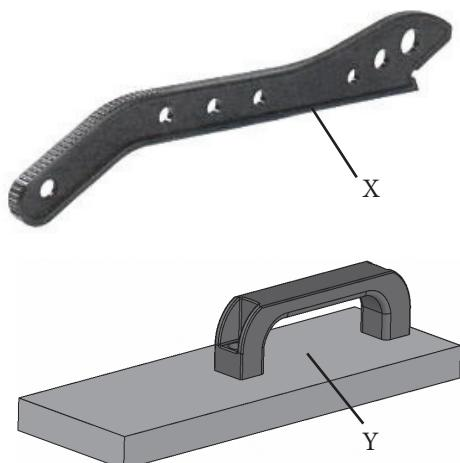

Abb. 9
Die Maschine wird mit zwei Werkstückschiebern [X] und [Y] (Abb.9) geliefert, mit denen das Material zur Trennscheibe geschoben werden muss (Abb.10), wenn die Abmessungen des Werkstücks so gering sind, dass es gefährlich ist, es von Hand vorzuschieben oder wenn es gegen die Führung gedrückt werden muss.
Für die Durchführung des Schnitts den Stab (x) Abb. 9 und den Werkstückschieber (y) Abb. 9 verwenden wie auf Abb. 10 dargestellt.
Wie im Abschnitt 6 (Abb. 8 und Abb.10) angegeben, muss die Maschine zur Einstellung des Werkstückanschlags / Winkelmessers (O) Abb. 8 ausgeschaltet werden. Beim Schrägschnitt wird die Führung positioniert, indem der Winkelmesserläufer in das seitliche Rohr des Tisches eingeführt wird (Abb. 10-D), dabei wird der Schnittwinkel mithilfe des Winkelmessers mit Drehknöpfen (Q) und (R) (Abb.8 -Abb. 10-E) reguliert und die Führung durch Verschieben am Winkelmesser so positioniert, dass sie nicht mit dem Sägeblatt oder dessen oberen Schutzabdeckung kollidieren kann, Abb. 10-F und dann mit den Drehknöpfen (M) und (N) blockiert. Nachdem die Maschine gestartet und das Werkstück an der Schneidführung positioniert wurde, kann mit dem Schneiden des Werkstücks begonnen werden. Hierzu das Werkstück an den zwei Seiten des Sägeblatts schieben: auf der einen Seite entlang der Führung und auf der anderen Seite mit dem Werkstückschieber (Abb. 9-Y) (Abb. 10 G). Der Vorschub wird durch Verschieben des Läufers der Führung am Gleitrohr auf der Tischseite erzielt (Abb. 10 - H).